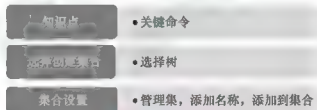

图 4.8 知识体系
(1) 对照图 4.8，梳理自己所掌握的知识体系，并与同学相互交流、研讨个人对某些知识点或技能技巧的理解。